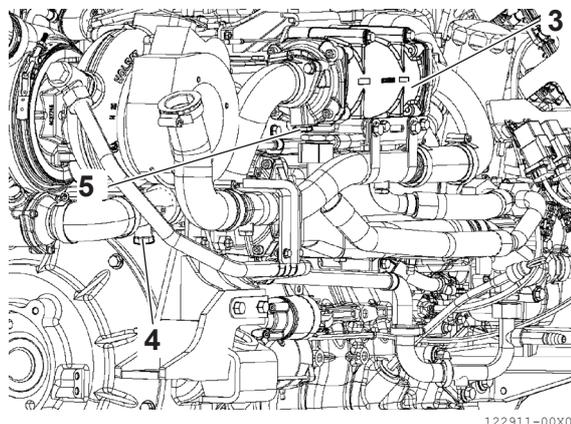

Abbildung 5
3. Wiederholen Sie den Vorgang für die Anoden (**Abbildung 5, [4]** und **Abbildung 5, [5]**) in der Nähe des Seewasser/Öl-Wärmetauschers (**Abbildung 5, [3]**).
- Ziehen Sie die Anode (**Abbildung 5, [4]**) auf das angegebene Drehmoment fest: 25 Nm.
- Ziehen Sie die Anode (**Abbildung 5, [5]**) auf das angegebene Drehmoment fest: 30 +/- 3 Nm.